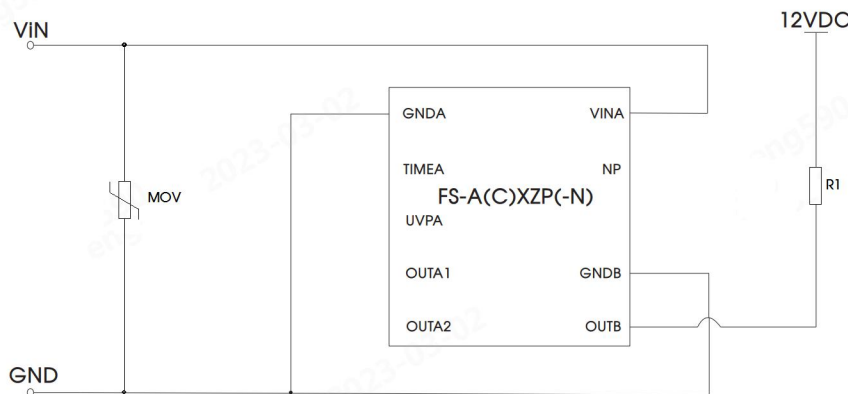

图 1
4) 上述条件是在图 1 的条件下测得的结果;
表 1：图 1 推荐器件参数表
如图 1 的连接方法，UVPA 引脚通过外接电阻 R1 到 GND 设置模块驱动 OUTA2 关断电压 V1，此电压为 VINA 引脚欠压点，当电压低于关断电压 V1 时，OUTA2 引脚电压下降至 0.7V 以下。
如图 1 的连接方法, TIMEA 引脚通过外接电容 C1 到 GNDA 设置模块从启动到 OUTA2 输出 3.5V 电压的延时时间 T。